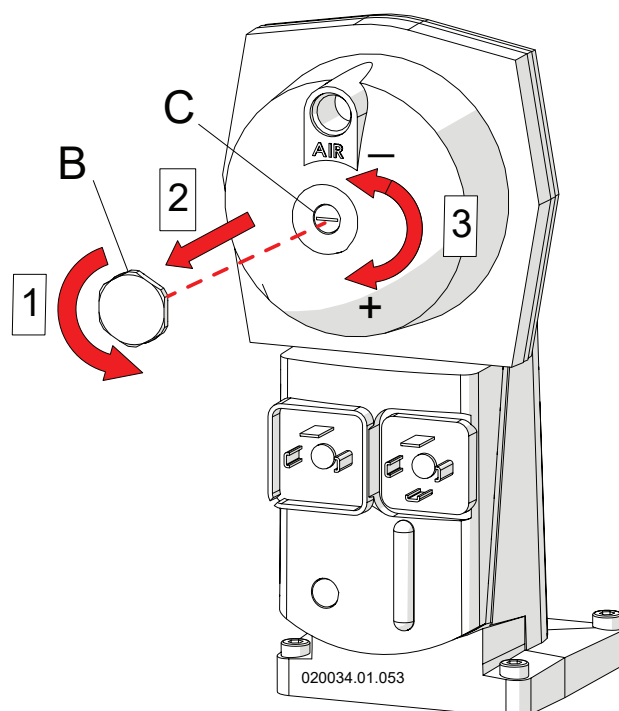

Figura 6-6 - Regolatore CO2 alla minima potenza
- 15.- assicurarsi di leggere il valore per il tipo di gas in uso. Il valore di CO2 misurato deve essere entro i valori riportati, se ciò non fosse occorre correggerlo tramite la vite del regolatore di CO2 alla minima potenza (la vite di regolazione "C" si trova sotto al tappo "B" di Figura 6-6):
Legenda Figura 6-6